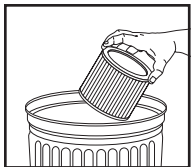

FIGURE 14
20. Pour nettoyer la cartouche filtrante, secouez ou brossez l'excédent de saleté. **FIGURE 14.**